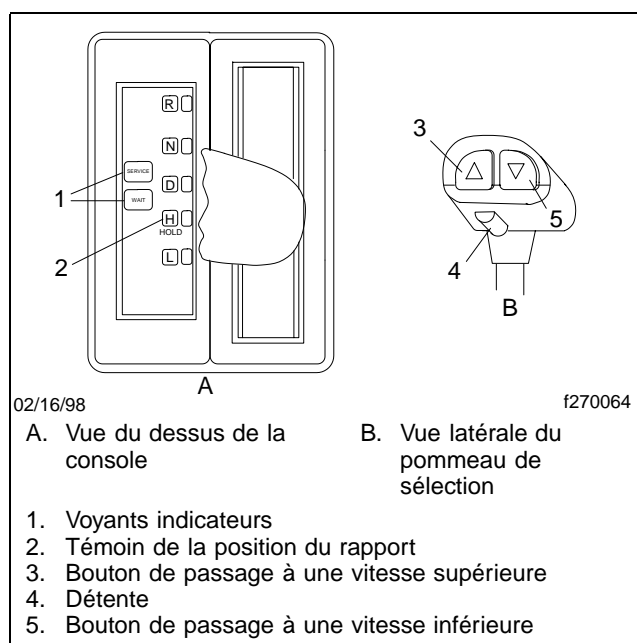

Fig. 8.20, Console améliorée de commande pour le conducteur (DCC)
- La DCC améliorée (**Fig. 8.20**) a des indicateurs pour les trois positions de marche avant : Drive (conduite), Hold (garde) et Low (bas) en plus de positions de marche arrière (R) et du point mort (N). Des voyants de service et d'attente
2. Sur les modèles à 10 vitesses, choisissez la marche arrière «LO» (lente) ou «HI» (rapide) en appuyant sur le bouton de changement à la vitesse inférieure ou supérieure (**Fig. 8.20**) sur le pommeau de sélection de rapport (si le véhicule en est équipé).
NOTA : Sur les véhicules équipés de boutons de passage aux rapports supérieurs et inférieurs (**Fig. 8.20**) sur le levier de sélection de rapport (DCC améliorée), vous pouvez choisir le rapport de mise en mouvement. Le rapport choisi n'est actif que pendant que le moteur du véhicule tourne. La boîte de vitesses réinitialise le rapport de mise en mouvement par défaut après que vous avez coupé le moteur. Selon la charge du véhicule, vous pouvez choisir parmi les vitesses de 1 à 5 comme rapport de mise en mouvement.